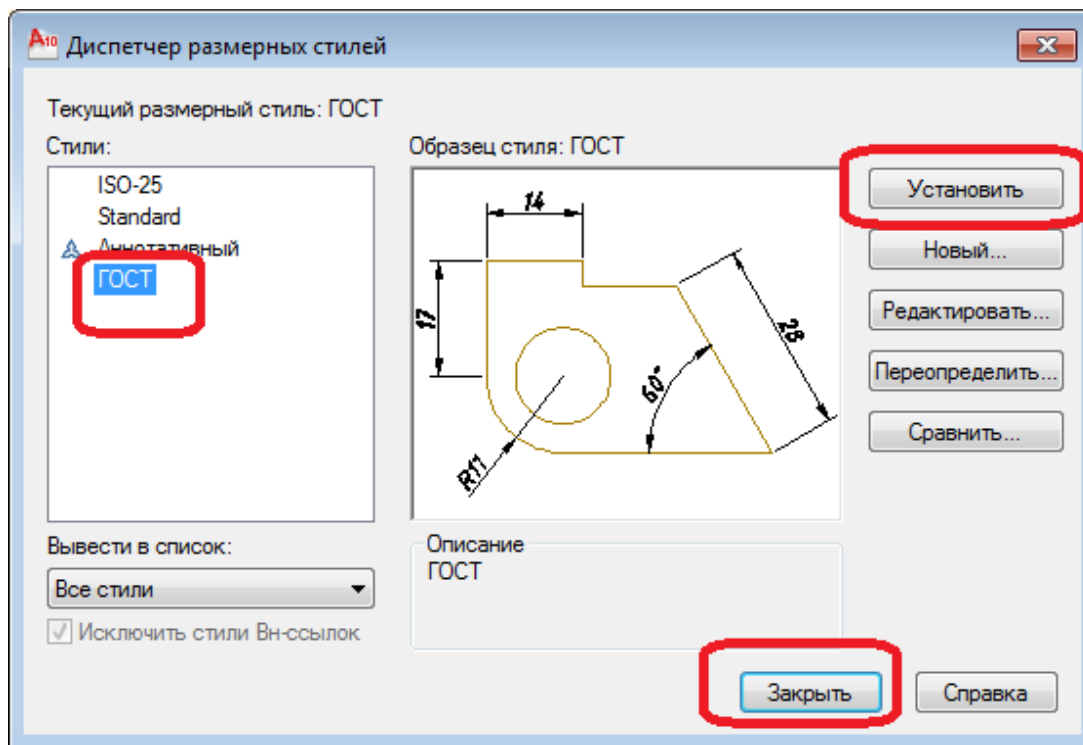

Рисунок 8
– Панель " Диспетчер размерных стилей " – кнопка "Установить" (рис. 8).